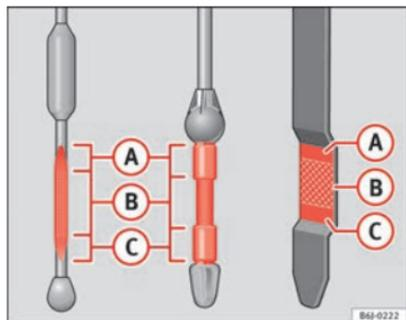

Fig. 126 Jauge d'huile moteur
- Puis retirez-la à nouveau et vérifiez le niveau d'huile ⇒ fig. 126. Faites l'appoint d'huile moteur si nécessaire.